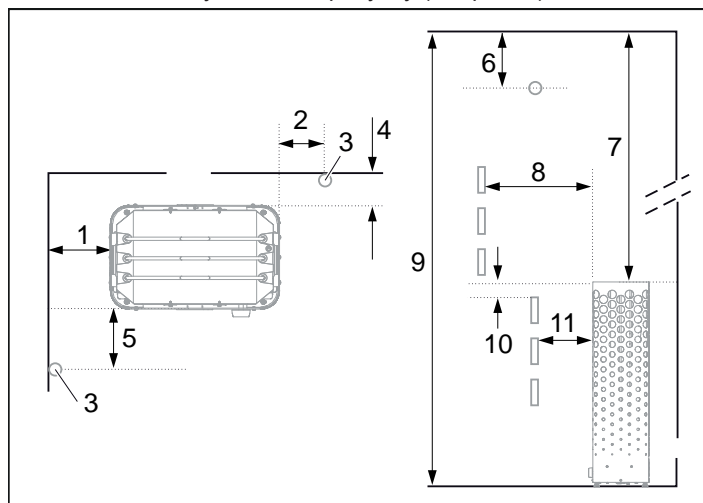
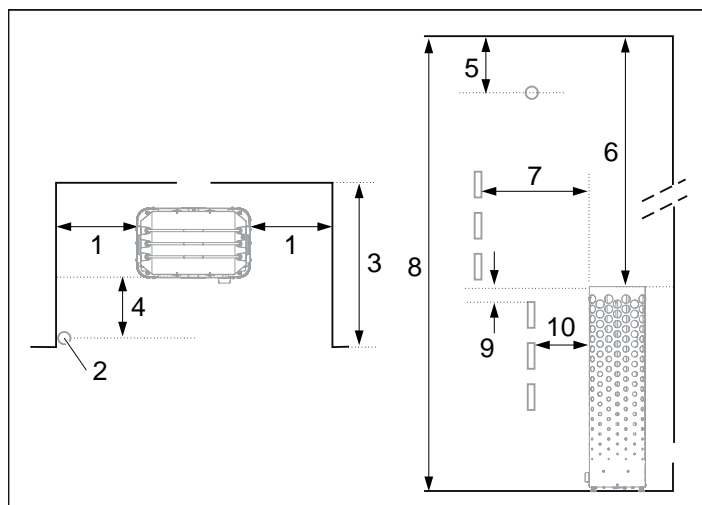

Рисунок 3: Размещение каменки – нормальная установка
Рисунок 5: Размещение каменки – установка в нише
- Спланировать размещение датчика (см. рис. 3, страница 26, а также рис. 5, страница 26).
- у той же стены что и дверь (только в исключительном случае у боковой стены, но тогда как можно ближе к дверному проему). Устройство можно также установить в нише (см. рис. 5).
- на безопасном расстоянии от пола, боковых стен и элементов интерьера (см. рис. 3).
Установите датчику согласно рисунку (см. рис. 3).
1. Установите устройство на безопасном расстоянии от пола, боковых стен и элементов интерьера (см. рис. 5).
2. Установите датчику согласно рисунку (см. рис. 5).